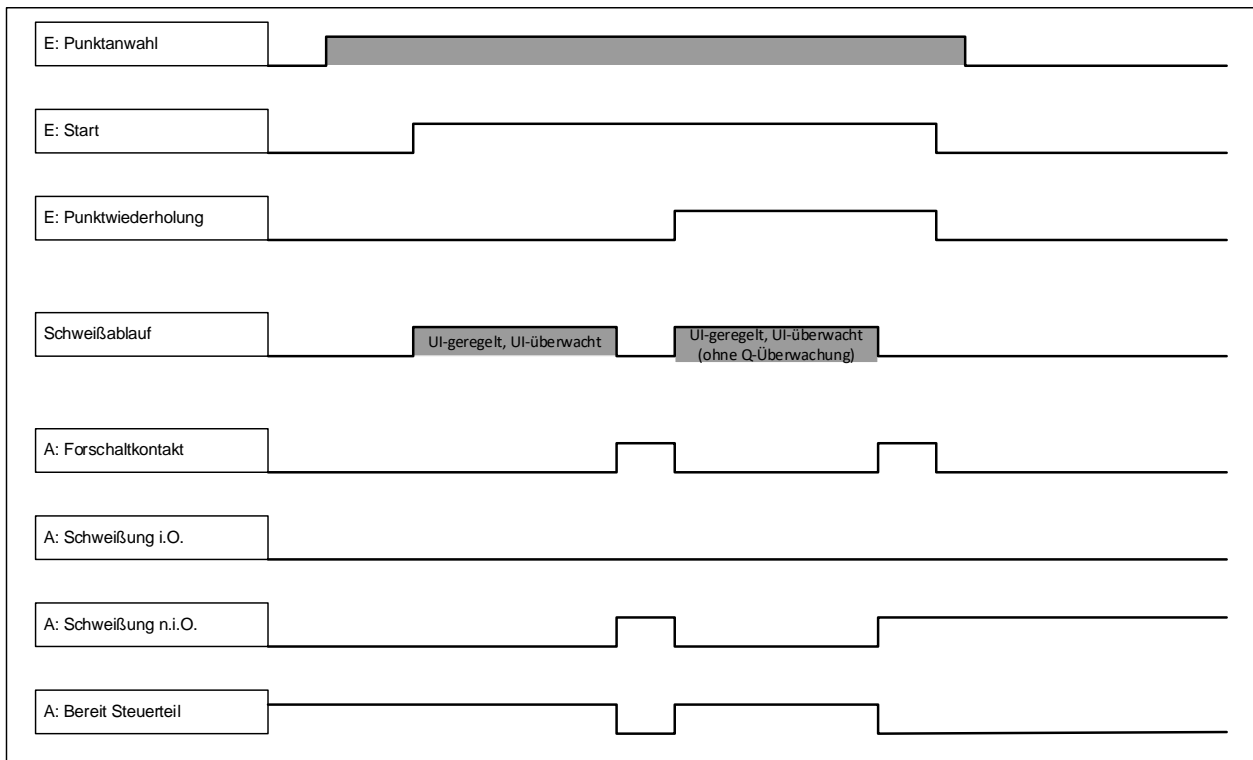

Abb. 6: Wiederholschweißung nicht in Ordnung
- Wiederholschweißung nicht in Ordnung (siehe Ablaufdiagramm Abb. 6):